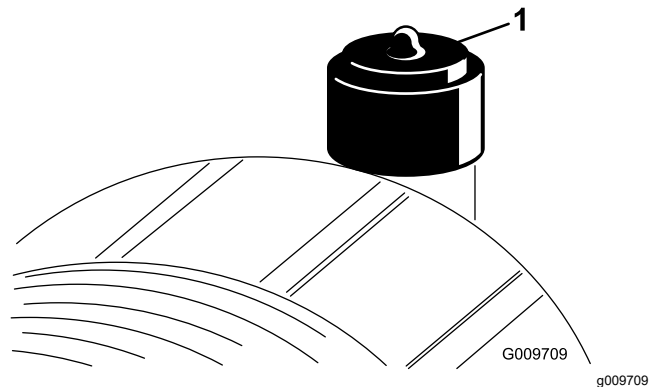

Figura 52
Revise el elemento del limpiador de aire únicamente cuando el indicador de restricción (Figura 52) lo requiera. El cambiar el elemento del limpiador de aire antes de que sea necesario aumenta la posibilidad de que entre suciedad en el motor al retirar el elemento.
- Reinicie el indicador de restricción (Figura 52) si se ve rojo.